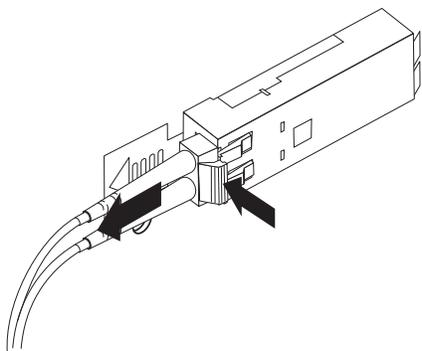

図 3-16. LC-LC ファイバー・チャンネル・ケーブルの取り外し
2. 3-13 ページの図 3-16 に示されているように、ケーブル・レバーを押し下げるときに、コネクタを慎重に引っ張って、SFP モジュールからケーブルを取り外します。